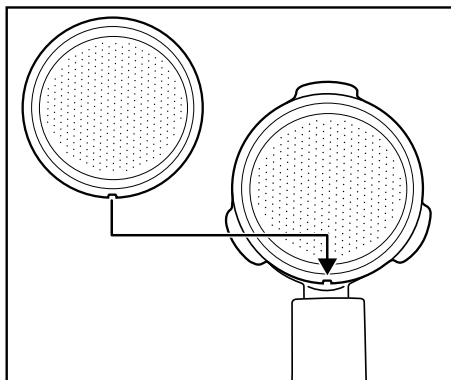

Figura 2
- Ao colocar, verifique se o pequeno entalhe no filtro de café grande **19** ou pequeno **20** fica por cima do entalhe do suporte do filtro **18** (Figura 2).